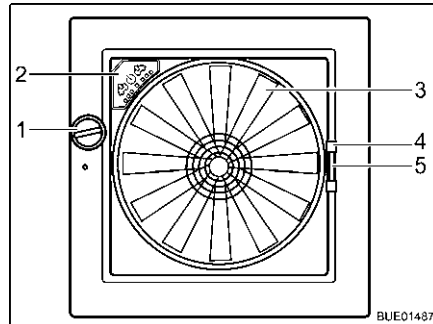

Bild 70 Dachhaube Omni-Vent
- Öffnen:** ■ Drehknopf (Bild 70,1) drehen, bis der gewünschte Öffnungswinkel erreicht ist.
- Schließen:** ■ Drehknopf (Bild 70,1) drehen, bis Dachhaube vollständig geschlossen ist.
- Schließen:** ■ Insektenschutz am Griff (Bild 70,4) zur gegenüberliegenden Rahmenseite ziehen.
- Schließen:** ■ Griff (Bild 70,5) der Verdunklung zusammendrücken.
Ventilator Wenn die Dachhaube geöffnet ist, kann der Innenraum mit dem 6-stufigen Ventilator (Bild 70,3) und entlüftet werden. Der Ventilator wird am Bedienfeld (Bild 70,2) bedient.